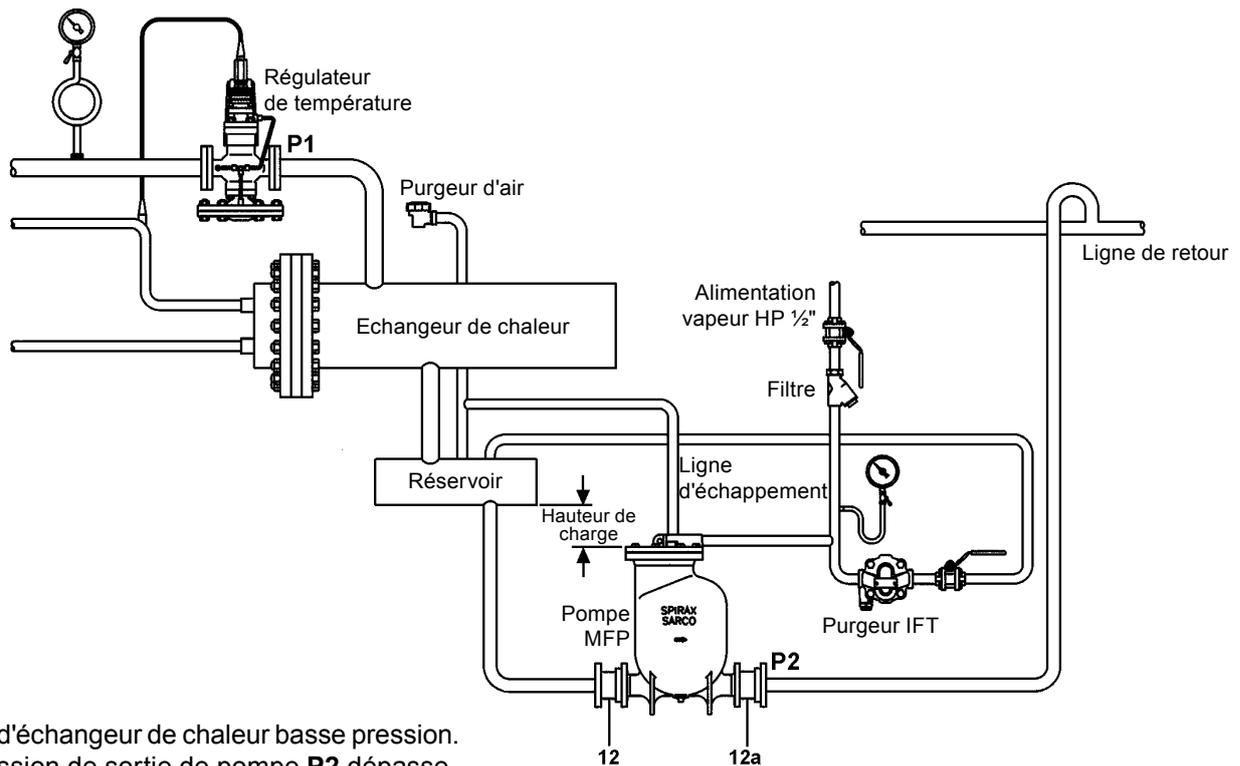

Fig. 4
1. Installer la pompe sous l'élément à purger avec l'échappement verticalement ascendant. La pompe doit être installée en respectant la hauteur de charge (distance à la verticale entre le point haut de la pompe et le point de purge du collecteur) comme indiqué paragraphe 3.2 et sur les Fig. 4 et 5. Pour d'autres hauteurs de charge, se référer au tableau de débit séparé.
2. Afin d'éviter l'engorgement de la pompe pendant la phase de décharge, un collecteur ou réservoir doit être installé dans un plan horizontal au-dessus de la pompe, comme représenté Fig. 4. Pour un bon dimensionnement du collecteur/réservoir, voir les tableaux 1 et 2, page 10. Toutes les tuyauteries d'entrée sont de diamètre standard.